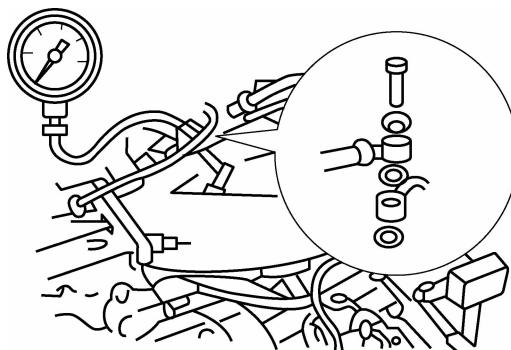

图 2-30 汽油供给系统油压的测量
(1) 如图 2-30 所示, 将压力表安装在汽油分配管的供油管上, 打开汽油压力表开关, 启动发动机怠速运转。标准系统压力为怠速时拔下真空管为 280~300 kPa, 不拔真空管为 230~270 kPa。